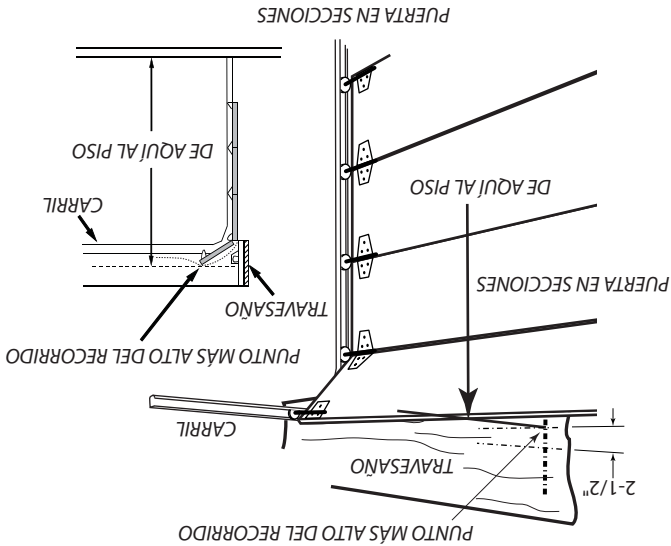

FIG. 2-2 Encontrando el punto más alto del recorrido
- Levante la puerta del garaje hasta que el **borde superior** alcance la altura máxima (Fig. 2-2).
- Mida la altura del borde superior de la puerta al piso (Fig. 2-2).